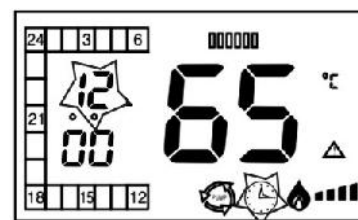

Рис.7
7. Подключить комнатный регулятор температуры при помощи двухжильного провода $2 \times 0,75 \text{ мм}^2$ к клеммам котла (рис.7).
При повторном нажатии кнопки [TIMER] выключается индикатор таймера (рис.7), и водонагреватель продолжает работу в режиме отопления без учета времени.